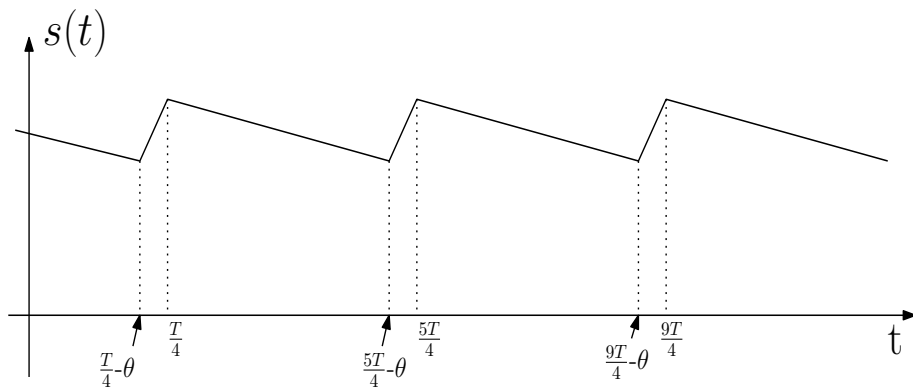

FIGURE 6 – Modélisation de la tension obtenue par détection de crête appliquée à une sinusoïde.
On modélise la tension de sortie comme une tension en dents de scies, composée de segments quasi-verticaux (phases de charge de C supposées quasi-instantanées), et de segments obliques de pente négative (phases de décharge de C , de durée Δt) comme en fig. 6.
1. **Mise en œuvre** : on ajoute une capacité C en parallèle sur la résistance de charge (fig. 6). On adopte :